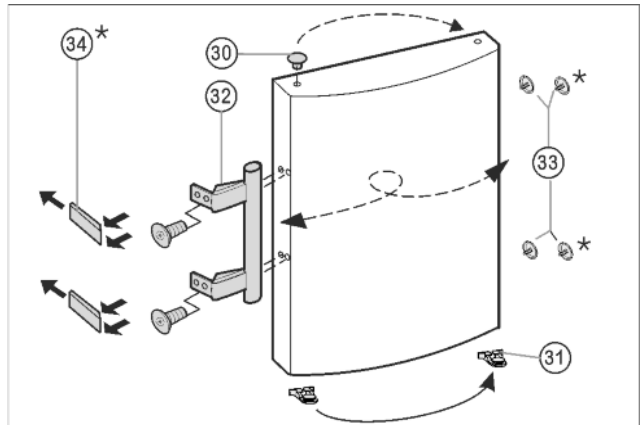

Fig. 9
- ▶ Enlever le bouchon *Fig. 9 (30)* du coussinet de la porte et le permuter de l'autre côté.
- ▶ Démontez la poignée de porte *Fig. 9 (32)*, les bouchons *Fig. 9 (33)* et les plaques d'appui* *Fig. 9 (34)* et les permuter sur le côté opposé.